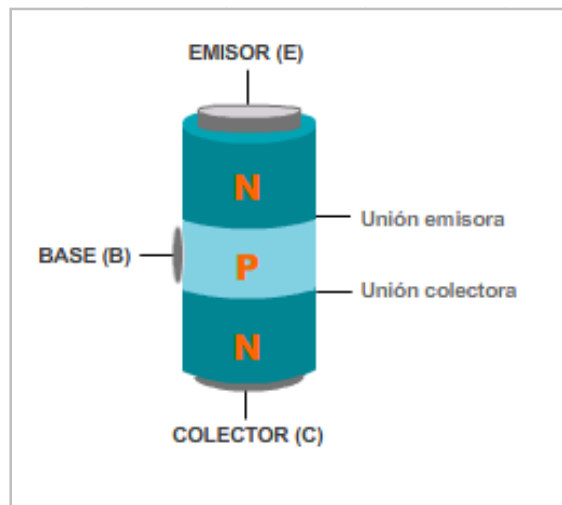

Figura 1. Estructura Física del TB
Como se expuso en el núcleo de aprendizaje, el vocablo **transistor** procede de dos vocablos ingleses: *transfer* y *resistor*, que hace referencia a la propiedad que tiene el transistor de cambiar su resistencia al paso de la corriente eléctrica que lo atraviesa entrando por uno de sus tres terminales (el emisor) y saliendo por el otro (el colector) en función de la mayor o menor corriente, que, para excitarlo, se inyecte en el tercero (la base). Ver figura 1.
El transistor bipolar es un elemento que consta de tres regiones de semiconductor separadas por dos uniones como muestra la figura 1. Estas regiones reciben el nombre de **emisor** (E), **base** (B) y **colector** (C).